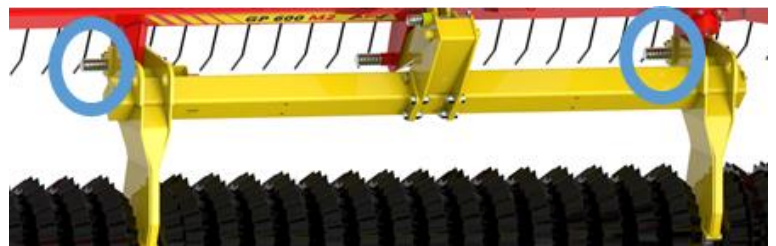

Figure 28
5. Les boulons de verrouillage des rouleaux sont retirés (Figure 28).